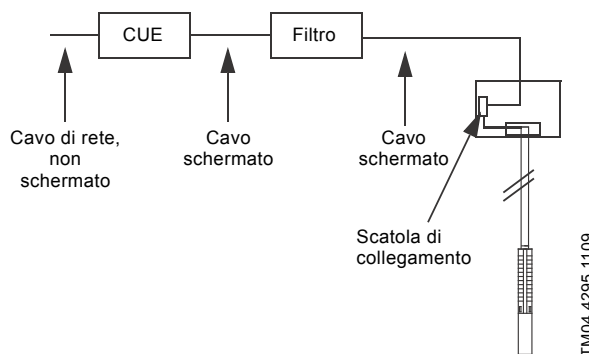

Fig. 24 Esempio di installazione in ambienti sensibili all'EMC
- luoghi sensibili all'EMC. Vedere fig. 24.